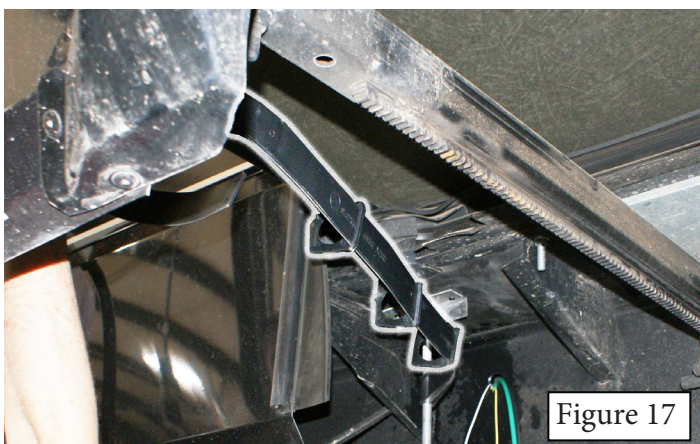

Figure 17
23. Étendez le bras de la gaine Flex-Guard jusqu'à la patte de l'habitacle de la roue et coupez l'excédent (environ 16 po) (Figure 17).